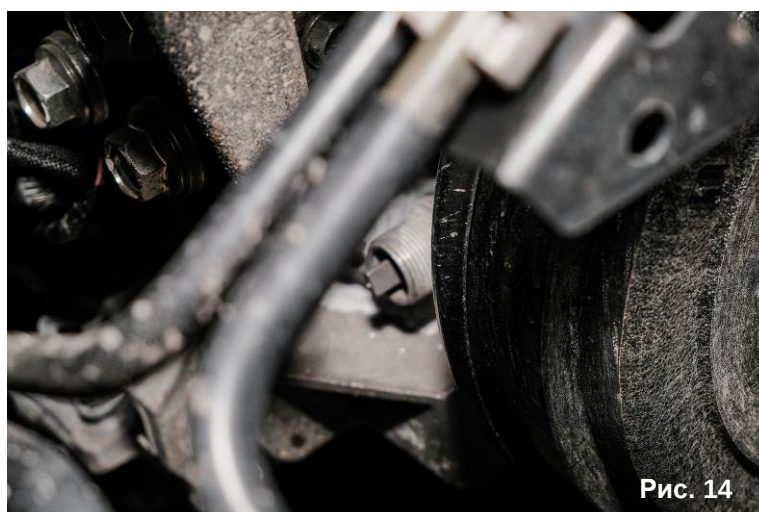

Рис. 14
*4.6. Установить вал-переходник, если он необходим (см. таблицу на стр. 3). Вал-переходник применяется (рис. 14), если устанавливается датчик движения с механическим приводом, для магнитного датчика вал-переходник не нужен.